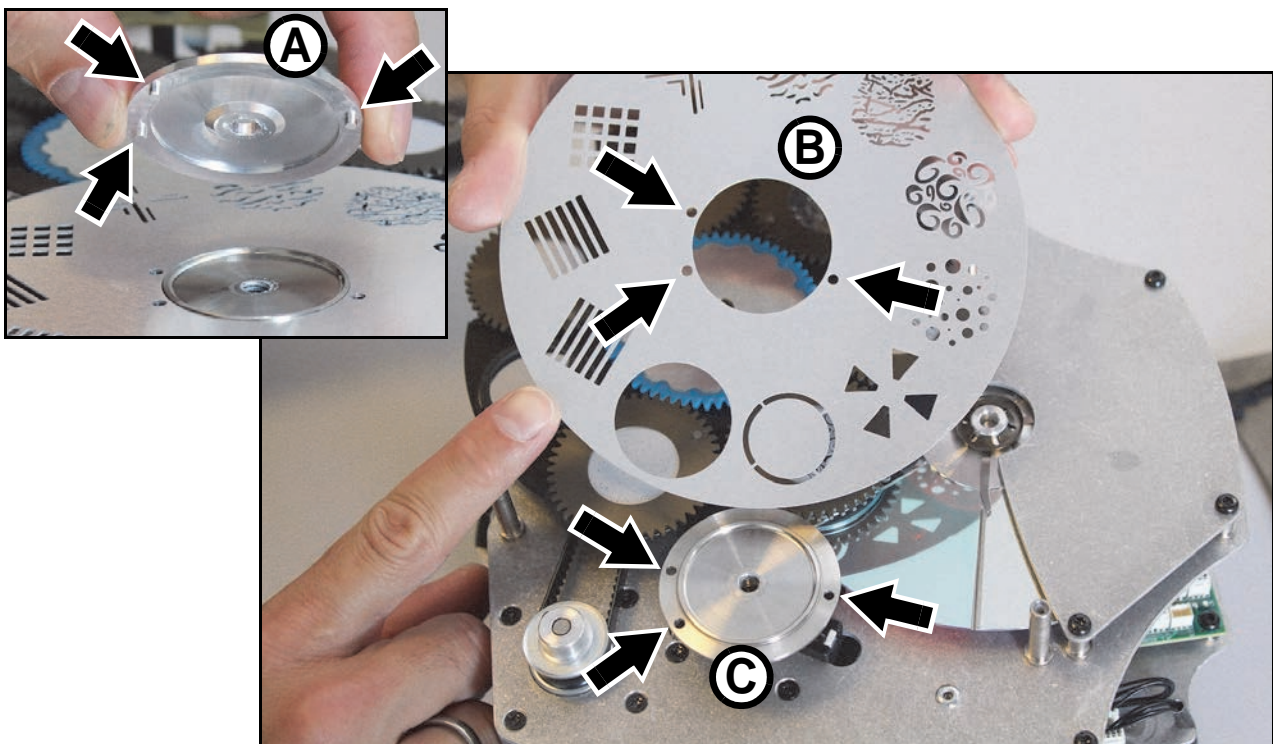

Figure 17: Alignement de la roue de gobos fixes
5. Voir Figure 17. Lors de l'installation de la roue, notez la position des 3 repères d'alignement sur le moyeu en alliage **A**. Ces repères doivent s'aligner avec les 3 perçages dans la roue de gobos **B** et du support de la roue **C**. Ces détrompeurs permettent un montage en position unique et dans la bonne orientation.